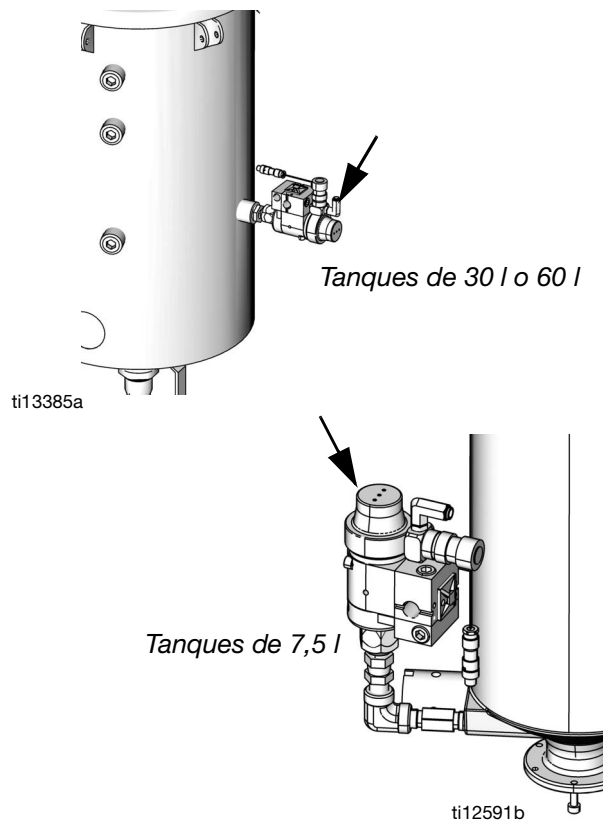

FIG. 7: Instalación en el costado
El kit de rellenado de tanque se despacha sin instalar. El kit de rellenado de tanque se puede instalar en la tapa del tanque o en el costado del tanque. Consulte la FIG. 5 y la FIG. 7.
1. Utilice cinta de PTFE y los accesorios suministrados para instalar el kit de rellenado como se muestra en la FIG. 7.